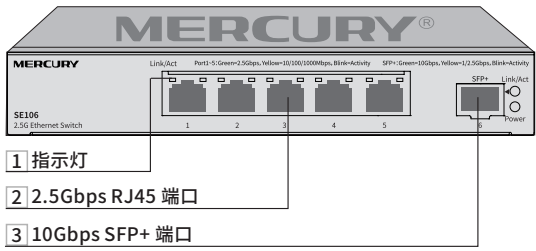

图2-2 SE106前面板示意图
2. 将配件中的两个 L 型角铁分别安装在交换机面板的两侧，并用配件中提供的螺钉固定，如图 2-2 所示；